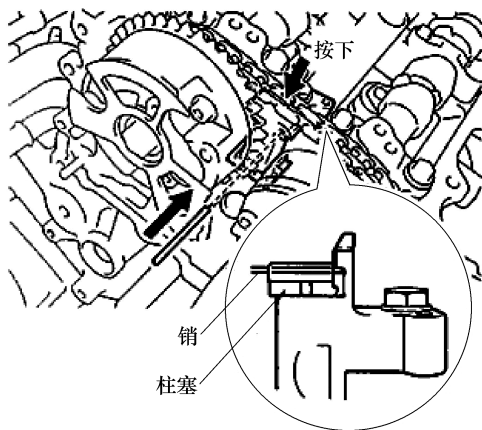

图 1-49 固定 3 号链条张紧器
① 在压下 3 号链条张紧器的同时, 将一个 $\phi 1.0\text{mm}$ 的销插入孔中以将其固定, 如图 1-49 所示。